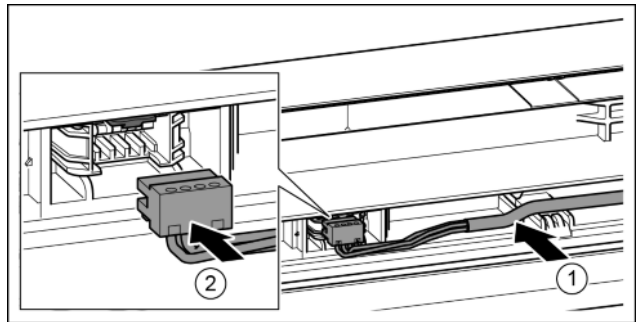

Fig. 38
- ▶ Helyezze be a felső ajtóban lévő vezetősínbe a szürke kábelt. *Fig. 38 (1)*
- ▶ Pattintsa be a dugót. *Fig. 38 (2)*